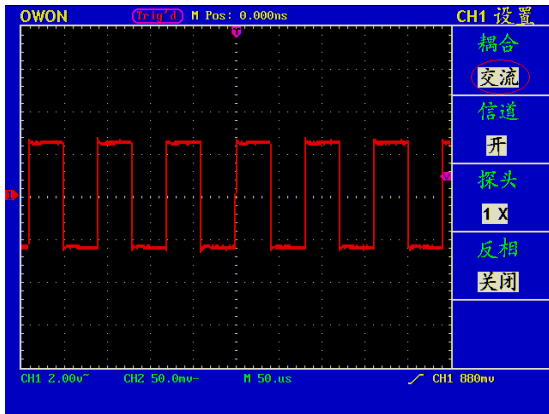

图 15 交流耦合波形图
- 2、按 **F1** 菜单选择按键，选择耦合为 **交流**，设置为交流耦合方式。被测信号含有的直流分量被阻隔。波形显示见图 15。